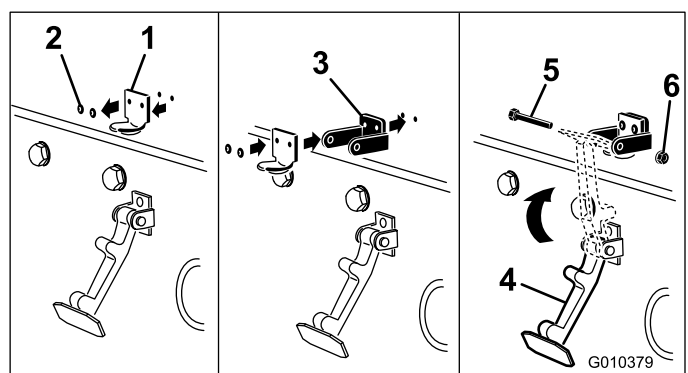

Figura 4
- Retire los 2 remaches que sujetan el cerradero del capó al capó (Figura 4). Retire el cerradero del capó.
- Alineando los taladros de montaje, coloque el cierre de seguridad para CE y el cerradero sobre el capó. El cierre de seguridad debe estar en contacto directo con el capó (Figura 4).
- Enganche el cierre en el cerradero del capó (Figura 4).
- Introduzca un perno (1/4 x 1-1/2 pulgada) a través del seguro de cierre del capó y fíjelo con una contratuercas (Figura 4).